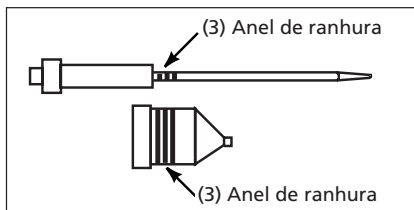

Figura 3 - Kit de agulha e bocal de material para todos os fins
3. A agulha e o bocal universais possuem três anéis estriados conforme ilustrado abaixo na Figura 3.